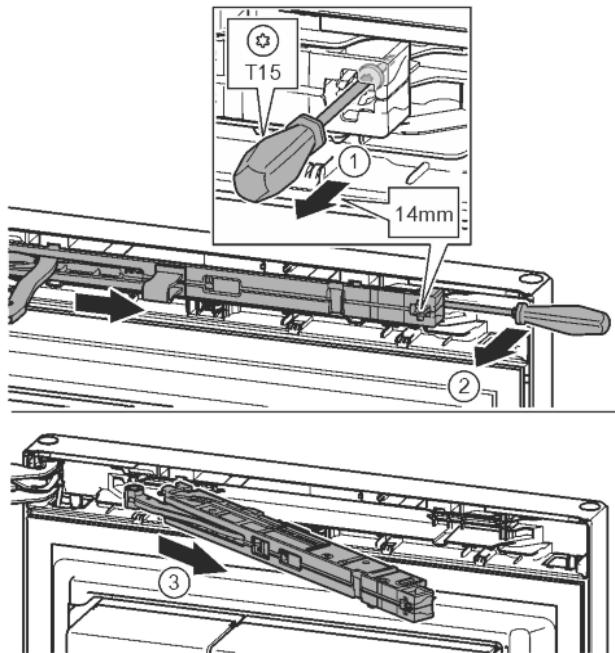

Fig. 11
- За допомогою викрутки Т15 ослабте гвинт на демпферному вузлі приблизно на 14 мм. Fig. 11 (1)
- Переміщаючи викрутку з боку ручки за демпферний вузол, поверніть уперед. Fig. 11 (2)
- Витягніть демпферний вузол. Fig. 11 (3)